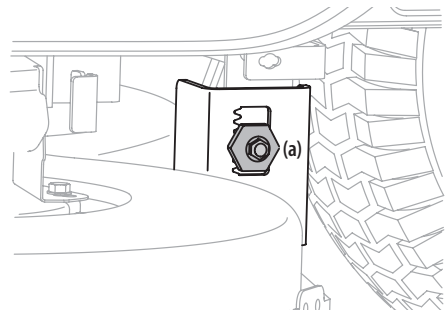

Figure 28
3. Un boulon de réglage se trouve sous chaque aile arrière, près des roues. Voir Figure 28.
4. Desserrez le boulon (a) fixé au support gauche du plateau de coupe, sans le retirer. Voir Figure 28.
6. Serrez le boulon (a) du support gauche du plateau de coupe une fois l'ajustement désiré atteint. Voir Figure 28.